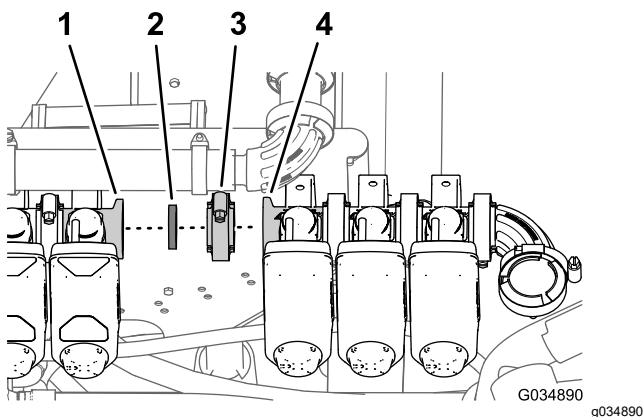

Figura 65
- Alinee la junta y la brida de la válvula de sección izquierda (identificada como válvula de boquilla 8) con la brida de la válvula de boquilla 7 (Figura 65).
2. Sujete provisionalmente la junta y la válvula de boquilla 8 a la válvula de boquilla 7 con una abrazadera de brida (Figura 65).